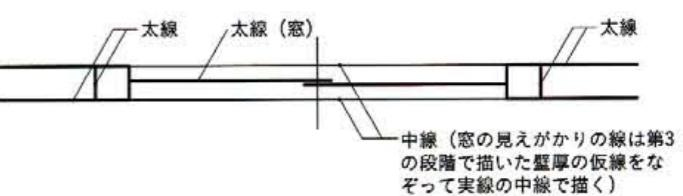

図21 引違い窓の描き方
(1) 開口部には第2章29-31頁で示したいいろいろな表示記号があるが、原則として、それらを使って建具を中線で描く。
(2) 引違い窓(サッシュ)の両側の窓の見えがかりの線を実線の中線で描き、窓部分を実線の太線で描く【図21】。